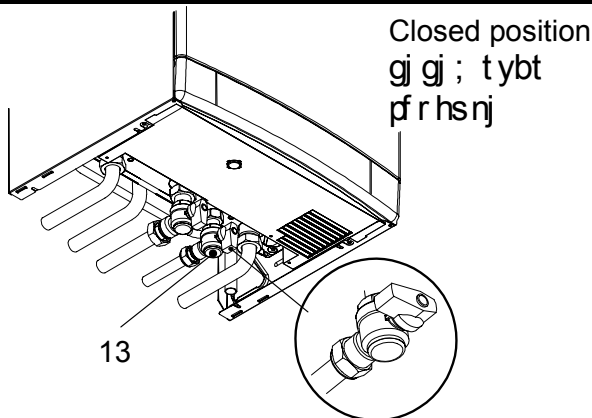

Fig. 8.3
- 1 Turn off the d.c.w. inlet isolating valve (13 in Fig. 8.3) and turn on the hot water taps and any drain cocks.
- 1 Закройте кран подачи горячей воды (13 на рис. 8.3) и откройте краны горячей воды и все сливные краны.